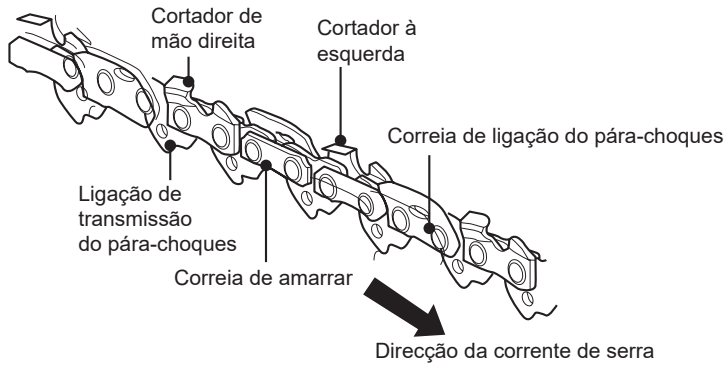

Fig. 42
2. A diferença de altura entre o dente e o cume é a profundidade de corte. Ao afiar a corrente da serra (11) é necessário considerar os seguintes pontos (Fig. 42).